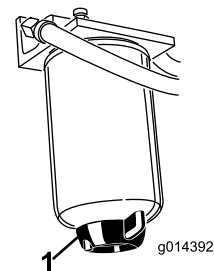

Figure 39
Vidangez chaque jour l'eau ou autres impuretés qui se trouvent dans le séparateur d'eau (Figure 39). Changez la cartouche du filtre toutes les 400 heures de fonctionnement.
- Dévissez le bouchon de vidange en bas de la cartouche du filtre (Figure 39).